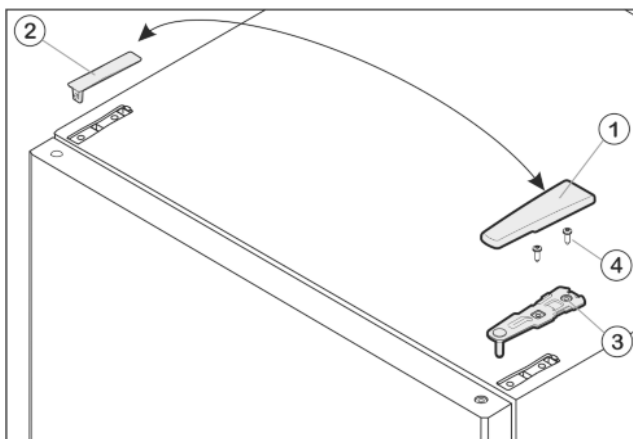

Fig. 7
- ▶ Потяните крышку Fig. 7 (1) вперед и вверх.
- ▶ Снимите крышку Fig. 7 (2).
- ▶ Открутите верхний опорный кронштейн Fig. 7 (3) (2 шт. Torx® 25) Fig. 7 (4) и вытяните вверх.
- ▶ Установите верхний опорный кронштейн Fig. 7 (3) на новой стороне шарнира и защелкните в дверце.
- ▶ Привинтите верхний опорный кронштейн (с моментом 4 Нм) (2 шт. Torx® 25) Fig. 7 (4). При необходимости проделайте отверстия или используйте аккумуляторную отвертку.
- ▶ Наденьте и защелкните крышку Fig. 7 (1) и крышку Fig. 7 (2) на противоположной стороне снаружи.